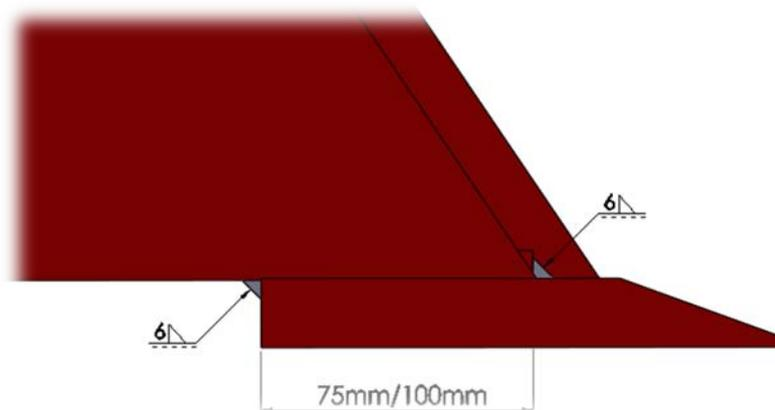

Abb. 3.3.1-Überschneidungsmesser für hydraulische Greifschaufeln
- b) Die Überschneidung von Messer und Schaufel ist 75 mm bei einem Boriummesser von 150mm x 20mm und 100mm bei einem Boriummesser von 200mm x 20mm. Dies gilt für sowohl die THG wie die ZBG. (Siehe Abb. 3.3.1).